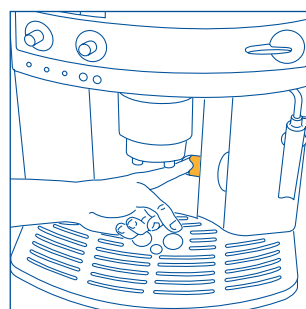
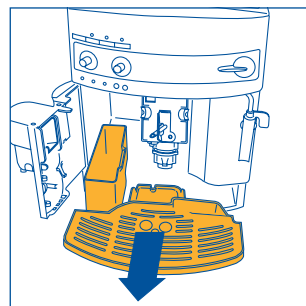

Fig. 15
Fig. 16
**NOTA 7:** la macchina conta il numero di caffè che vengono erogati. Ogni 14 caffè singoli (o 7 doppi), la spia 📊 si accende in modo fisso (cap. 12 punto 3) avvertendo che il contenitore fondi è pieno di pasticche ed è necessario svuotarlo e pulirlo. Finché non si fa la pulizia del cassetto fondi, la spia rimane accesa e la macchina non può fare il caffè. Per eseguire la pulizia aprire lo sportello di servizio sulla parte anteriore tirando l'apposita maniglia (fig. 15); si accende la spia ⚠ lampeggiante (vedere par. 12 punto 9); estrarre quindi la vaschetta raccogliogocce (fig. 16), svuotarla e pulirla. Svuotare e pulire accuratamente il cassetto fondi avendo cura di rimuovere tutti i residui che possono essere depositati sul fondo. Asciugare anche le eventuali gocce di condensa che si sono depositate all'interno della macchina sotto la vaschetta raccogliogocce. **IMPORTANTE:** quando si estrae la vaschetta raccogliogocce è **OBBLIGATORIO** svuotare sempre il contenitore fondi caffè anche se è riempito poco. Se questa operazione non è effettuata può succedere che, quando si fanno i caffè successivi, il contenitore fondi si riempia più del previsto e che la macchina si intasi di pasticche esauste.
- aprire lo sportello di servizio (fig. 15);
- estrarre il vassoio raccogli gocce ed il contenitore dei fondi (fig. 16) e lavarli;